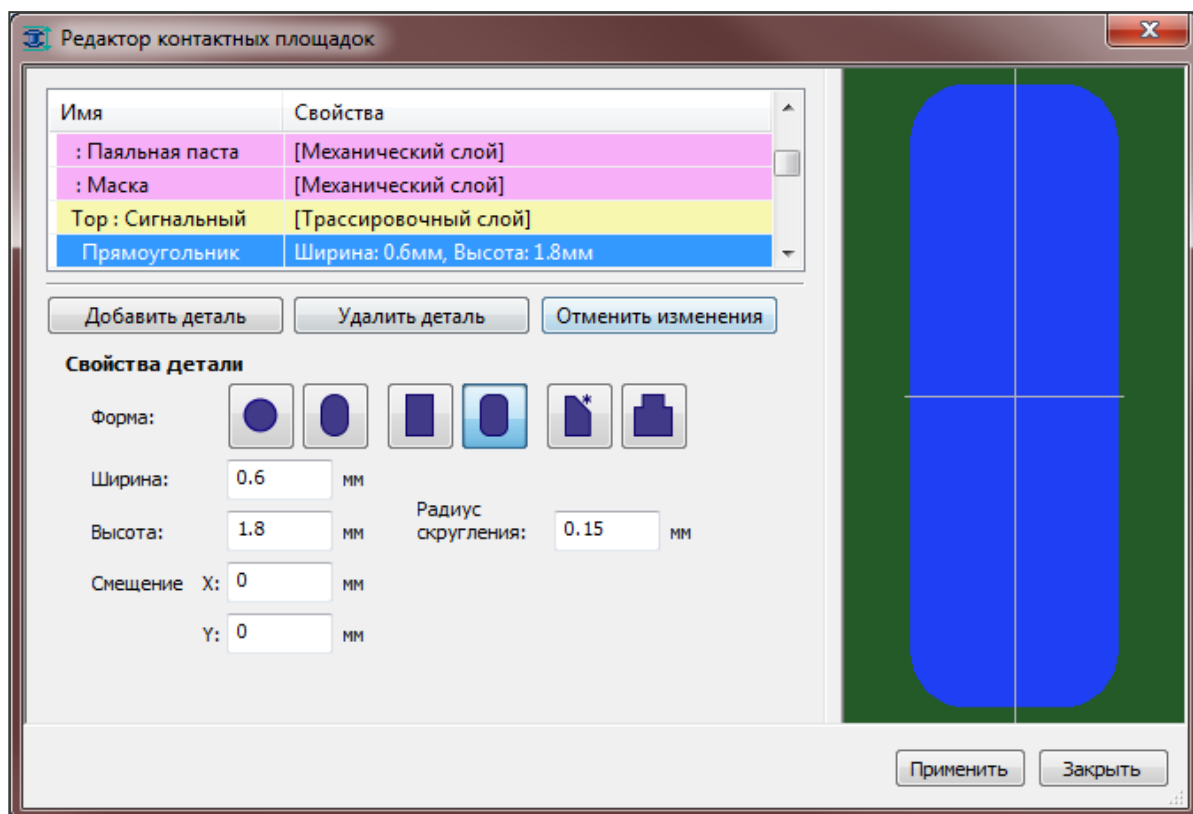

Рис. 1. Прямоугольник со скруглёнными углами
- прямоугольники со скруглёнными углами (рис. 1)